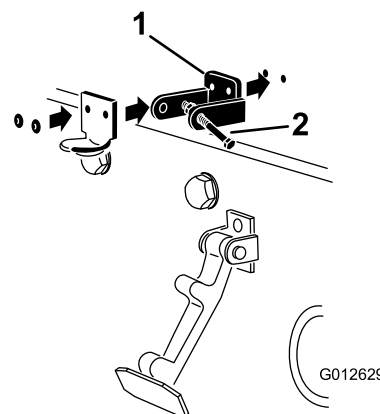

Рисунок 16
**Примечание:** Стопорный кронштейн должен быть прижат к капоту (Рисунок 16). Не снимайте болт с гайкой с рычага стопорного кронштейна.
5. Приклепайте кронштейны и шайбы к капоту (Рисунок 16).